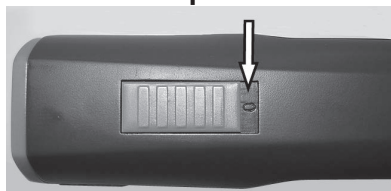

Fig. 4 Interrupteur position arrêt (« 0 »)
1. Examinez les contacts de la tondeuse (1) et de la batterie (2) sur des corps étrangers et des saletés.
2. Assurez-vous que l'interrupteur de la tondeuse est en position arrêt (« 0 ») (Fig.4).
3. Insérez la batterie (2) dans la tondeuse (3) jusqu'à le verrouillage de la batterie (1) s'enclenche des deux côtés.
4. Mettez la tondeuse avec la batterie (1) ou batterie de réserve (2) insérée sans force de haut dans la cavité de chargement en prévue.
6. La batterie se charge. Durant le chargement, la lampe de contrôle (3) est allumée rouge. Dès que la batterie est chargée à 90 %, le témoin passe au vert et la station de recharge passe sur « charge de maintien ».
1. Mettez l'interrupteur à la position arrêt « 0 » (Fig. 4).
2. Appuyez le verrouillage de la batterie (2) des deux côtés vers l'intérieur et enlevez la batterie (1) de la tondeuse.
3. Insérez la batterie chargée (1) dans la tondeuse (2) jusqu'au verrouillage de la batterie des deux côtés.